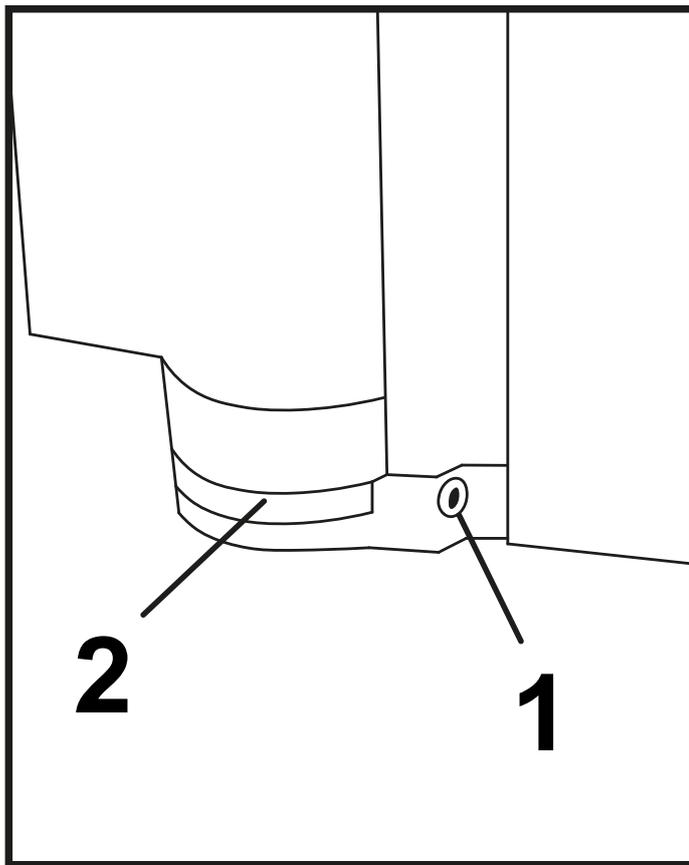
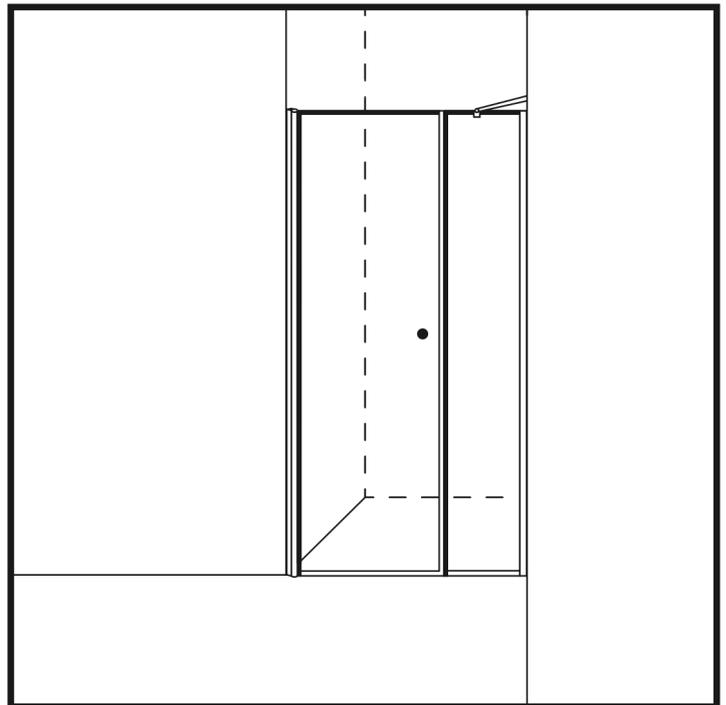

Abbildung 17
Abbildung 18
43. Um das Monoscharnier einzustellen, lösen Sie die beiden Unterlegscheiben-Befestigungsschrauben (1) mit dem mitgelieferten Sechskantschlüssel um einige Umdrehungen. (Abbildung 17)
44. Schieben Sie das Glas (2) an die gewünschte Position, an der Sie die Tür befestigen möchten.
45. Wenn sich das Glas (2) in der gewünschten Position befindet, ziehen Sie die Befestigungsschrauben der Unterlegscheibe (1) fest.
46. Entfernen Sie die Blöcke unter dem Glas. (Abbildung 18)